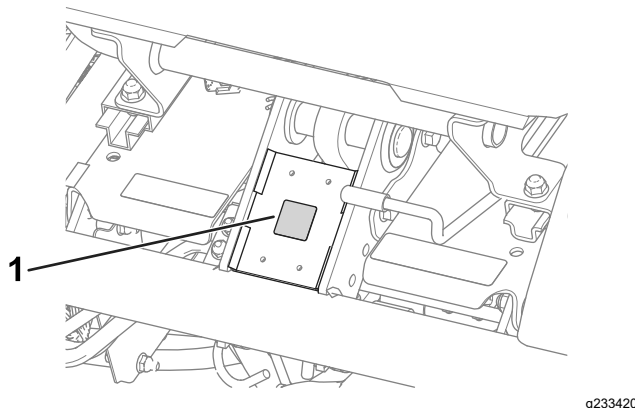

図 9
- CE マークデカルを、運転席前下のフレーム部分に貼りつける図 9。